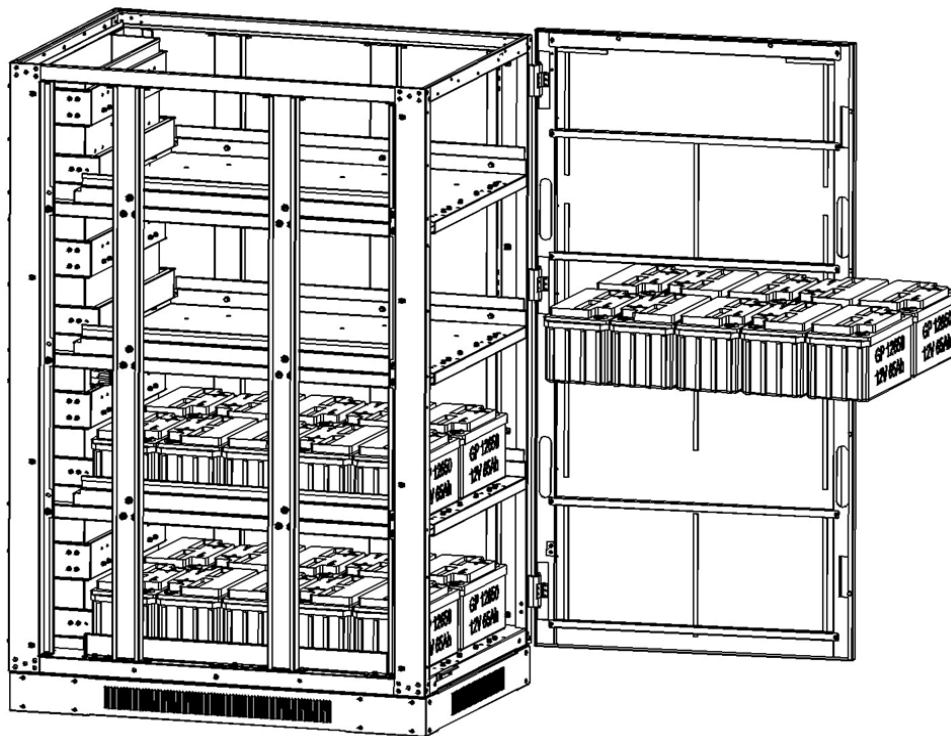
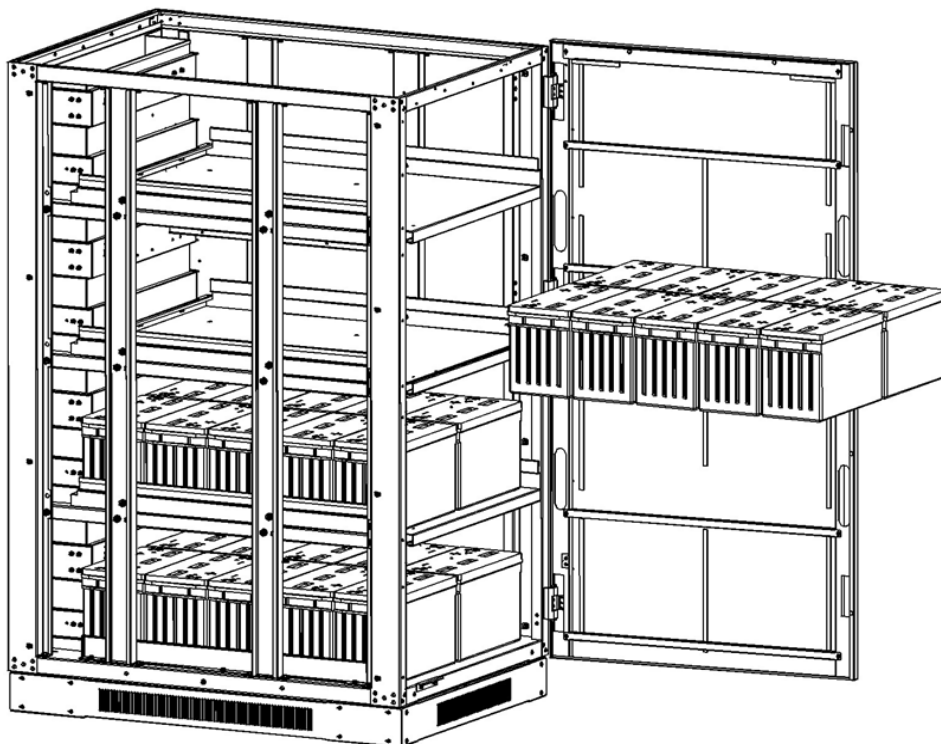

Figure 5-35 : modèle BP240V65L-NIB
Figure 5-36 : modèle BP240V100L-NIB
6. Installer 10 modules de batteries dans la couche 3 (Figure 5-35 : modèle BP240V65L-NIB ou Figure 5-36 : modèle BP240V100L-NIB).